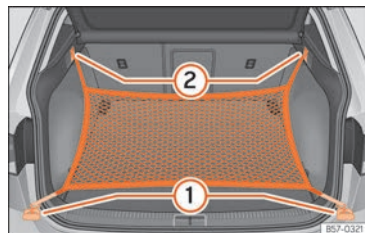

Abb. 173 Im Gepäckraum: Ösen ① und Haken ② zum Einhängen des Gepäckraumnetzes.
Hängen Sie die kurzen Haken des Netzes in die Verzurrösen ein >>> (Abb. 173) ① >>> ⚠. Der Reißverschluss des Gepäckraumnetzes muss dabei nach oben zeigen.